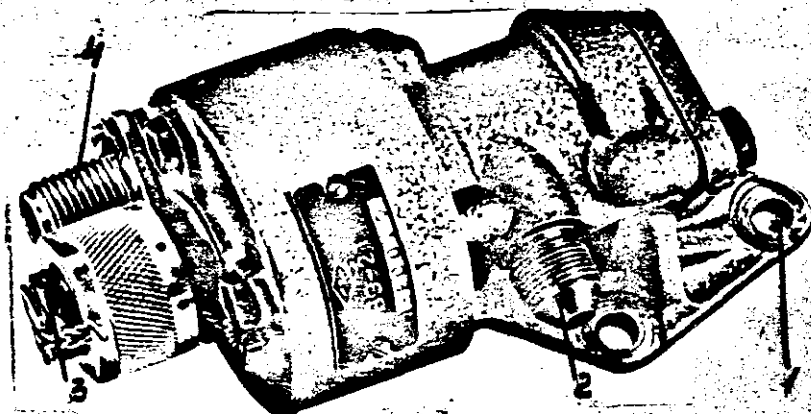

Рис. 38. Электрогидравлический выключатель стартеров:
1. Разъедините штепсельный разъем 4 (рис.38).